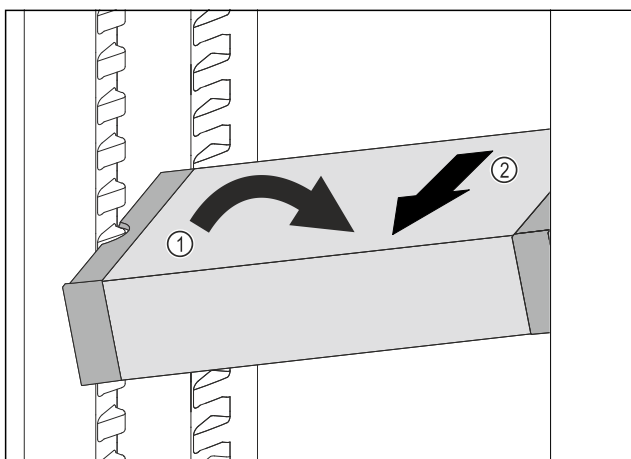

Fig. 177
- Vendosni VarioSafe pjerrtas në pjesën e ftohjes. Fig. 177 (1)
- Hiqni VarioSafe për nga përpara. Fig. 177 (2)